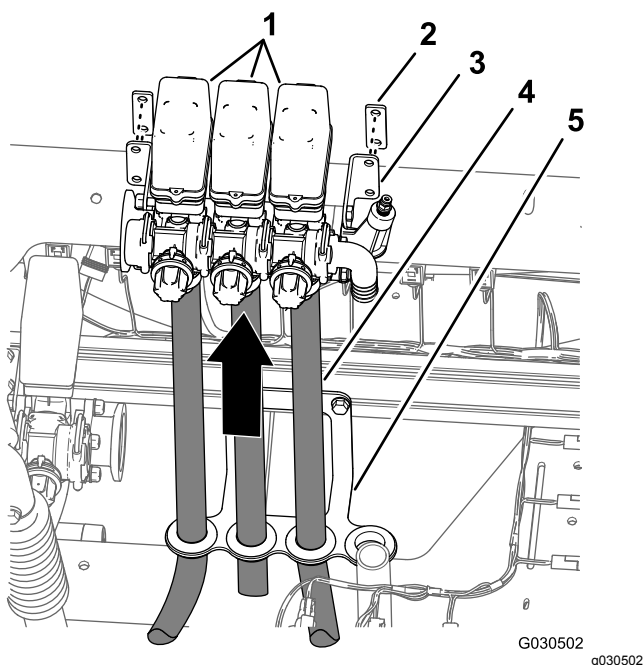

図 65
8. boomホース 3 本を対応する3つのboomバルブに取り付けた状態で、注意深く、バルブをホース保持ループから抜き取り、バルブとホースを車体から外す 図 65。